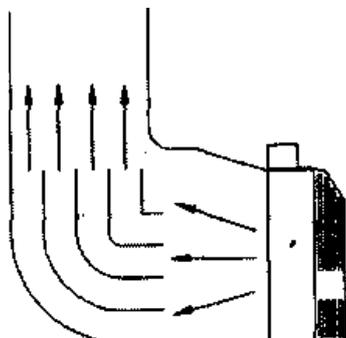

Рис.4.2 Направление воздушного потока от радиатора с помощью угловых соединений
- Следует избегать острых углов подачи воздушного потока от радиатора наружу. Можно изготовить воздуховод для направления воздушного потока (см. Рис. 4.2. и 4.3.)